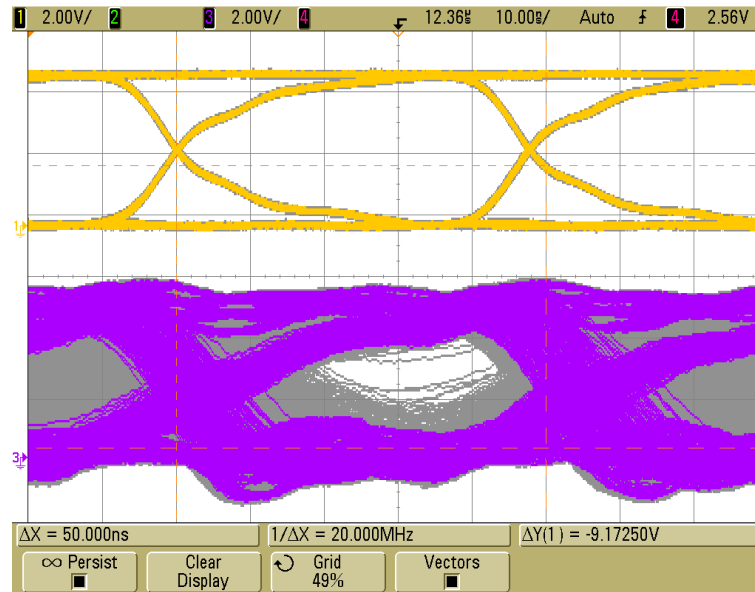

Figure 3. D=20Mbit/s. Diagrammes de l'œil en entrée TX_D et en sortie RX_{Out} de la chaîne
- Q6. Le fabricant garantit les performances de la transmission numérique à 5Mbit/s avec un taux d'erreur binaire ou BER inférieur à 10^{-9} . Expliquer pourquoi la liaison fibre fonctionne encore au débit de 20Mbit/s et avec une courbure additionnelle (**Figure 3**) ? Comment évolue alors le BER ?